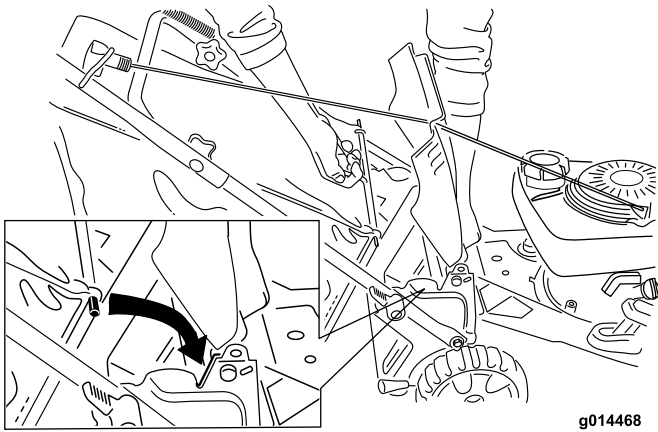

Figura 19
2. Mantenete sollevato lo sportello posteriore, agganciate il cesto di raccolta nelle apposite tacche e abbassate lo sportello posteriore (Figura 19).